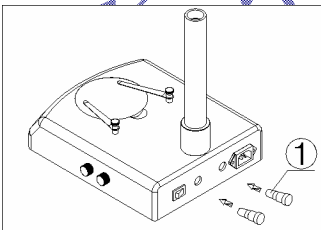

图 13
（一）用小螺丝刀将保险丝座旋出。从保险丝座上抽出保险丝①（如图 13）。